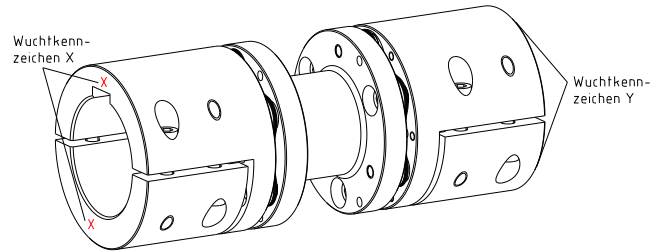

Bild 4: Kennzeichnung der Kupplung
Achten Sie auf die richtige Zuordnung der Halbschalen zur Kupplungsnahe. Wuchtkennzeichnung X (Y) gemäß Bild 4 beachten.